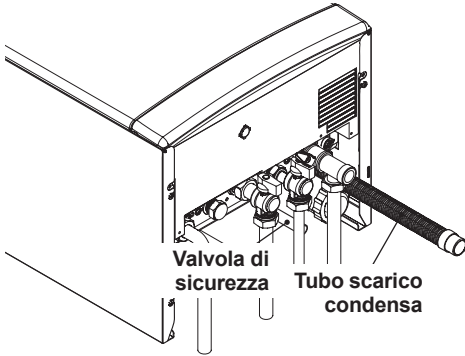

Fig. 5.4
za ad un imbuto di scarico Fig. 5.4.
- Inserire il tubo flessibile di scarico condensa in Fig. 5.4 all'interno del condotto di scarico condensa domestico o nell'imbuto di scarico della valvola di sicurezza, qualora lo scarico sia idoneo a ricevere condensa acida.